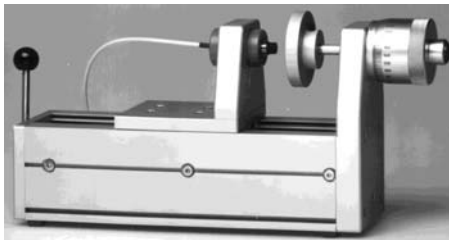

Abb. 5.3: Mikrometerkalibriervorrichtung
- 1) Spezielle Mikrometer-Kalibriervorrichtung mit nicht drehender Mikrometerspindel (Abb. 5.3, als Zubehör lieferbar!), oder